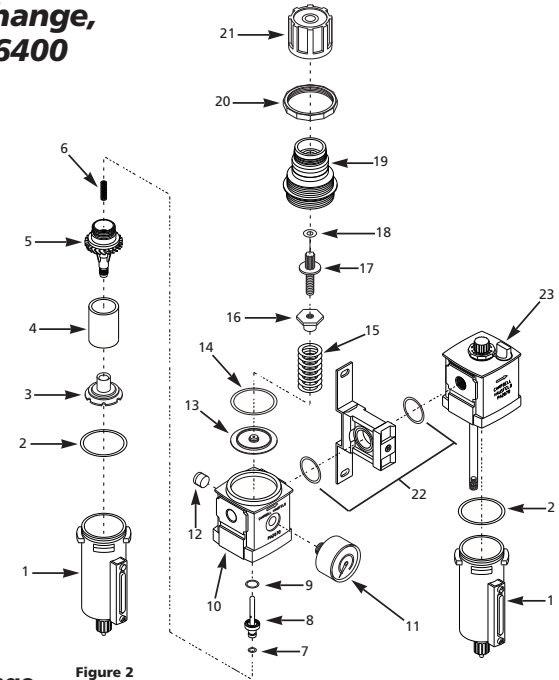

Figure 2
- 3. Tourner l'assemblage de bouton total au sens contraire des aiguilles d'une montre pour l'enlever (Voir Figure 2).